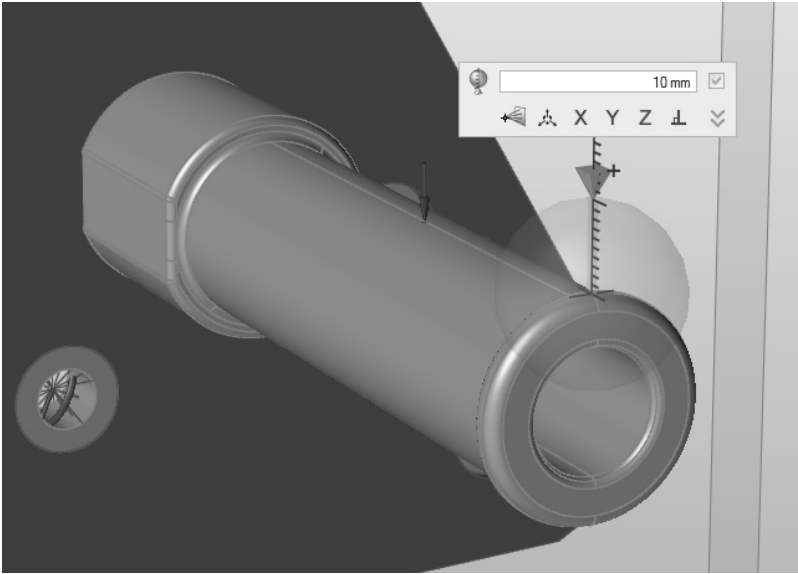

图 7-31
- 2) 单击脚踏的最前端施加位移约束，如图 7-31 所示。